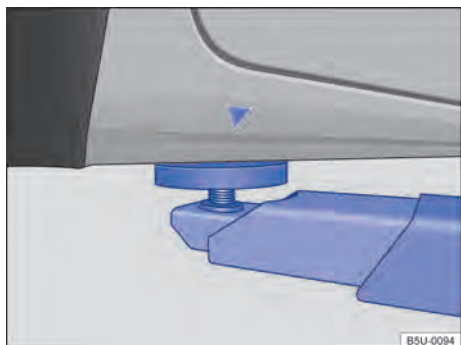
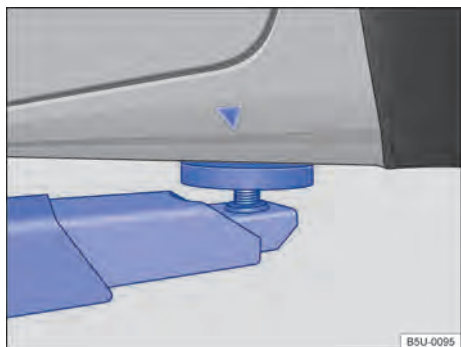

Fig. 209 Pontos de apoio dianteiros para a suspensão com plataforma elevatória ou com macaco.
Fig. 210 Pontos de apoio traseiros para a suspensão com plataforma elevatória ou com macaco.
O veículo deve ser suspenso somente pelos pontos indicados nas figuras → Fig. 209 e → Fig. 210. Se o veículo não for suspenso pelos pontos indicados, podem ocorrer danos no veículo → ⓘ e ferimentos graves → ⚠.
- Suspender o veículo somente pelos pontos indicados nas figuras → Fig. 209 e → Fig. 210. Se o veículo não for suspenso pelos pontos indicados, o veículo poderá cair da plataforma elevatória quando, por exemplo, o motor ou a suspensão for desmontado.